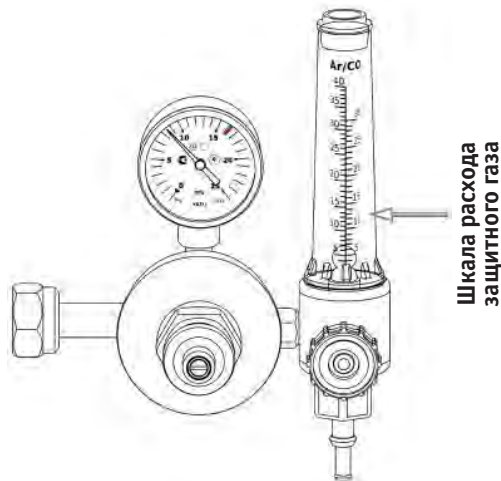

Рис. 12.1.3. Расход защитного газа.
6. С помощью регулятора (См. рис. 12.1.3) установите необходимый расход защитного газа (от 4 до 25 л/мин в зависимости от выполняемых задач или см. таблицу 12.11.3).